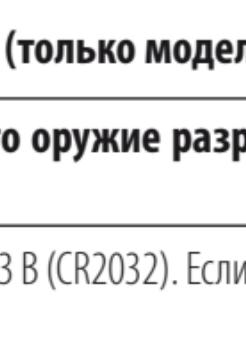

Рис. 3-1
① Крепко удерживая диск интенсивности реостата, поверните крышку батарейного отсека ① против часовой стрелки с
помощью открывющего устройства для крышки батарейного отсека ② (Рис. 3-1).
② Вставьте одну литиевую батарею напряжением 3 В ③ в отсек таким образом, чтобы положительный контакт батареи